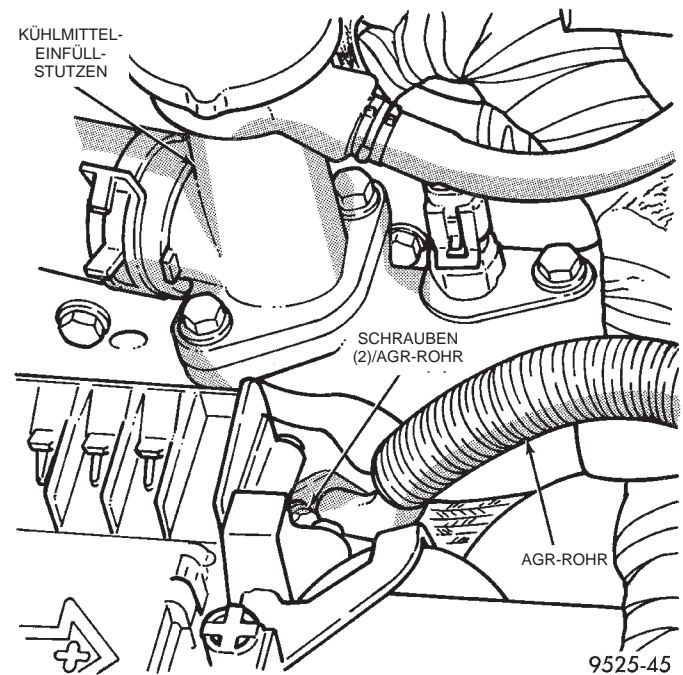

Abb. 13 AGR-Rohr an AGR-Ventil
- (2) Die Schrauben herausdrehen, mit denen das AGR-Rohr am AGR-Ventil montiert ist (Abb. 13).
- (3) Das AGR-Rohr abnehmen. Die Dichtfläche am AGR-Ventil reinigen. Die Gummitülle am Ansaugkrümmer sauberwischen.